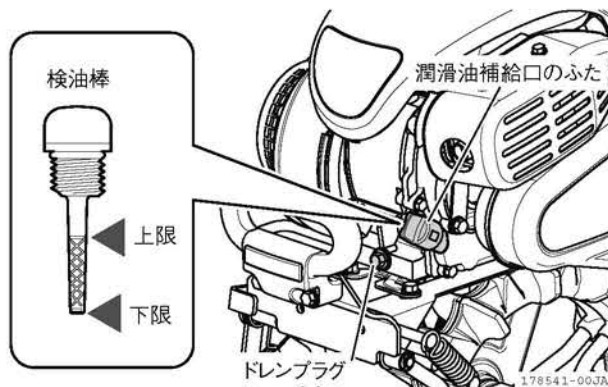

図 4-16 点検のしかた
1. 潤滑油補給口のふたを外して、先端の検油棒のエンジンオイルをきれいにふきます。(図 4-16)
2. 潤滑油補給口のふたを潤滑油補給口に差し込み(ねじ込まない)、もう一度抜き出します。(図 4-16)